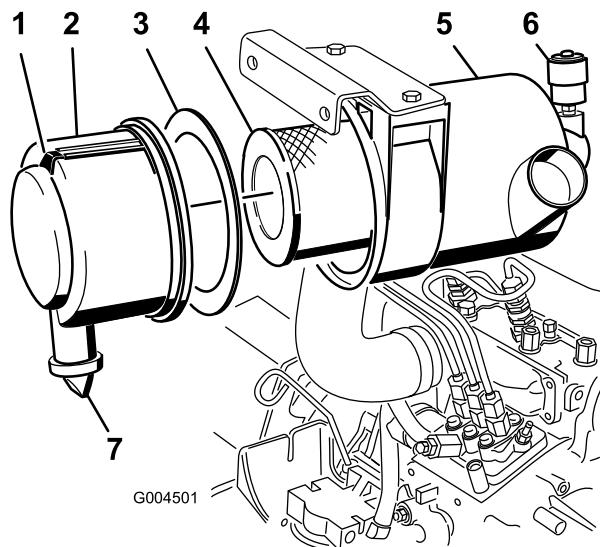

Figure 42
- Faites l'entretien du filtre à air quand l'indicateur de colmatage (Figure 42) est rouge ou toutes les 400 heures (plus fréquemment si vous travaillez dans une atmosphère extrêmement poussiéreuse ou sale). N'effectuez pas l'entretien du filtre à air trop souvent.
- Tirez le verrou vers l'extérieur et tournez le couvercle du filtre à air dans le sens anti-horaire (Figure 42).
- Déposez le couvercle du corps du filtre à air (Figure 42).
- Déposez et remplacez l'élément principal (Figure 42).
- Vérifiez que le joint en mousse est en place dans le couvercle et qu'il n'est pas déchiré ou endommagé (Figure 42). Remplacez-le s'il est endommagé.
A. Retirez la valve de sortie en caoutchouc du couvercle (Figure 42).
- Réarmez l'indicateur de colmatage (Figure 42) s'il est rouge.